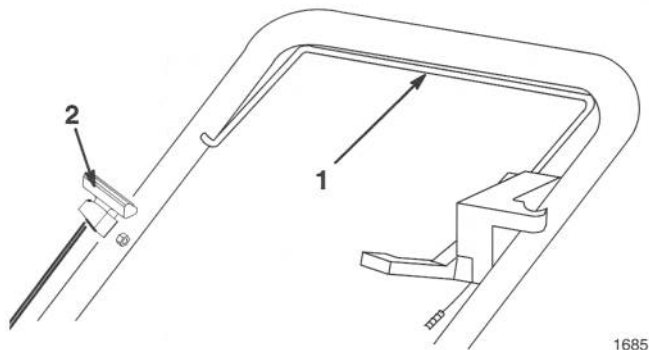

Figure 8
4. Serrer la barre de commande contre le guidon (Fig. 8).
5. Tirer légèrement sur la poignée du démarreur (Fig. 8) jusqu'à ce qu'une résistance se fasse sentir, puis, tirer un coup sec. Laisser le cordon se rétracter lentement.
2. Tirer légèrement sur la poignée du démarreur (Fig. 8) jusqu'à ce qu'une résistance se fasse sentir, puis, tirer un coup sec. Laisser le cordon se rétracter lentement.